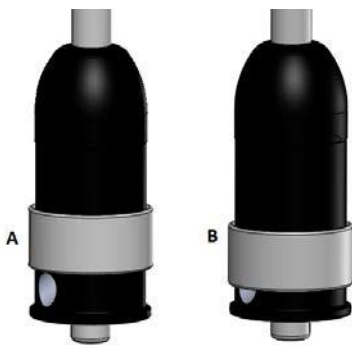

Abbildung 12
1. Der EasyTab 60 (ET60) verfügt über eine Schaumkontrolle. Nach Montage des ET60, den Edelstahlring zur Schaumregulierung in Position A (Abbildung 12) bringen bis die Öffnung vom Ring nicht mehr verdeckt wird.
4. Sind die Probleme gelöst und kann Bier mit einer Schaumkrone von 5 – 20 mm gezapft werden, gibt es die Möglichkeit, die Schaummenge von fast 0 auf 100 % zu erhöhen. Hierzu wird der Edelstahlring (Abbildung 12) nach unten geschoben und damit mehr und mehr die Öffnung in Abbildung 12 B abgedeckt. Tauchen Sie die Düse in Wasser ein, bevor der der Edelstahlring zur Schaumregulierung verschoben wird. Dies schmiert die O-Ringe, welche den Ring befestigen und erleichtert es, diesen auf und ab zu schieben.